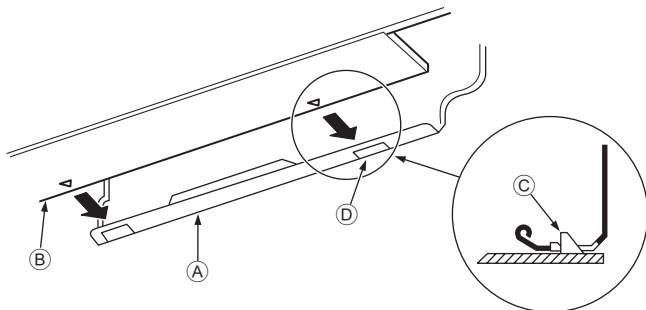

Fig. 3-10
3. Enquanto introduz a tubagem do refrigerante e a mangueira de drenagem no furo da parede (bucha), pendure a parte superior da unidade interior na placa de montagem ①.
5. Fixe empurrando a parte inferior da unidade interior para dentro da placa de montagem ①. (Fig. 3-10)
- * Verifique se os botões da parte inferior da unidade interior estão bem presos à placa de montagem ①.
- ④ Placa de montagem ①
⑤ Unidade interior
⑥ Gancho
⑦ furo quadrado